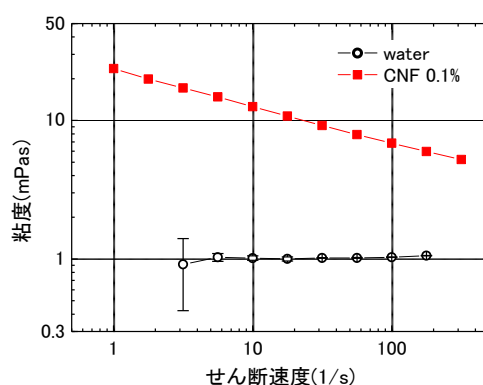

図 1 同時着脱ジオメトリを使用した測定例
(1) JEMIC (日本電気計器検定所) の技能試験に参加し、広い粘度範囲で比較的簡単に不確かさ 1% 程度 (国家標準に対して) の測定が可能であることが実証されました。
(2) 図 1 は、同時着脱ジオメトリを使って、水、及び、0.1%CNF の粘度測定を行った結果です。水の粘度は約 1mPas ですが、ほぼ正しい値が得られました。CNF 分散液はせん断速度依存性が大きい液体ですが、標準ジオメトリで測定した結果と一致し、同時着脱ジオメトリで問題なく測定ができることが示されました。